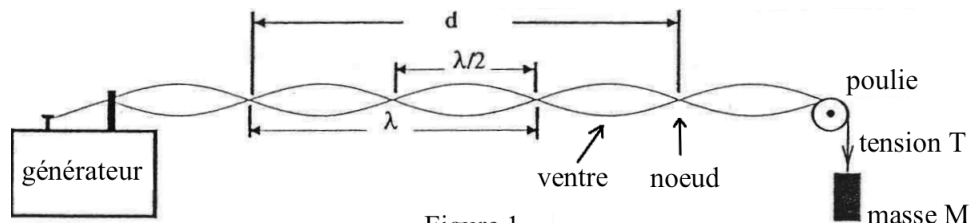

Figure 1
La Figure 1 illustre le montage pour une onde stationnaire sur une corde. Si une des extrémités de la corde est fixe (à droite de la Figure 1), et que l'autre extrémité est en oscillation harmonique simple de fréquence f (à gauche de la Figure 1), une onde stationnaire sera générée si la longueur de la corde est égale à un nombre entier de $\lambda/2$, avec λ telle que la vitesse de l'onde est égale à
1. Préparez le montage de la Figure 1 et attachez une masse $M = 100$ g à la corde.